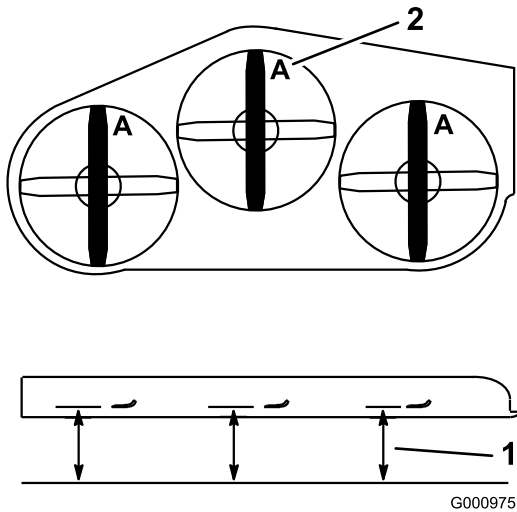

Figura 67
3. Gire las cuchillas hasta que los extremos estén orientados hacia adelante y hacia atrás (Figura 67). Mida desde una superficie nivelada hasta el filo de corte, posición **A**, de las cuchillas (Figura 67). Anote esta dimensión.